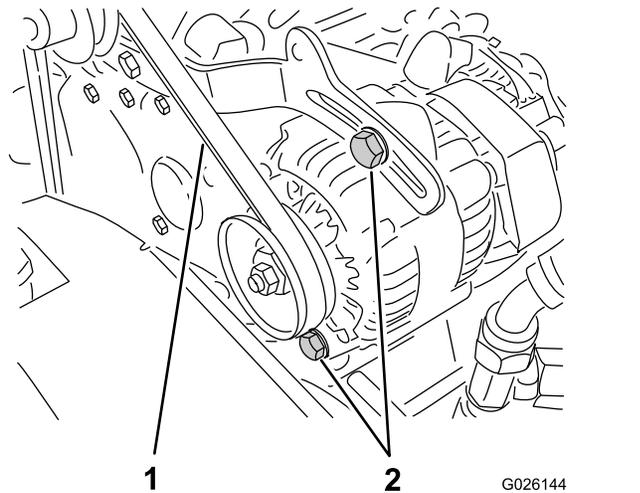

図 62
2. クランクシャフトとオルタネータのプーリー間の中央でベルトを指で押してベルトの張りを点検する 押す力は 10kg 程度 (図 62)。
- A. オルタネータの取り付けボルト 2 本をゆるめる 図 62。
B. エンジンとオルタネータの間にバールを入れて適当な張りに調整し、取り付けボルトを締め付ける 図 62。